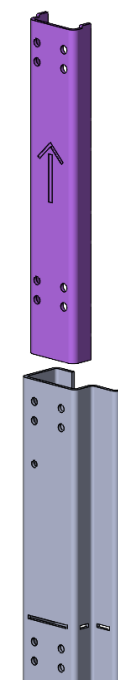

рис.2.1
1. Стойки левая (SL) и правая (SR) должны располагаться отрезной стороной вверх, в направлении крыши (V) в фигурных прорезях крыши (V) и дна (D) (рис 2).
2. Для каркаса к полотнам, высотой 3000мм, необходимо нарастить стойки (SL, SR) с помощью адаптеров стойки (AS), закрепив их с помощью заклёпок 3,2х12мм (рис.2.1). Адаптеры стоек (AS) должны располагаться в верхней, подрезаемой части стоек (SL, SR), стрелка должна быть направлена вверх.